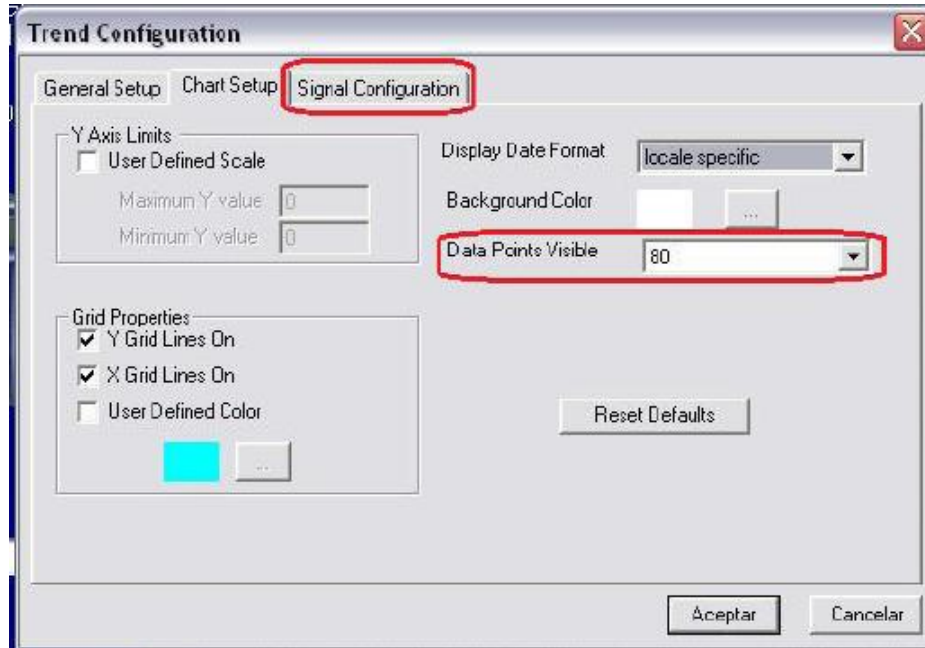

Imagen 23
- Al hacer clic en la pestaña **chart setup**, en esta se configurará la cantidad de datos (ver recuadro Imagen 23). Tener en cuenta que el valor máximo es 80.